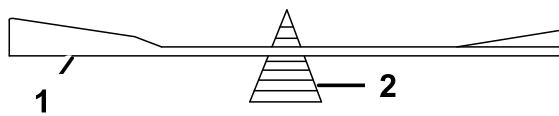

Figura 91
2. Verifique el equilibrio de la cuchilla colocándola sobre un equilibrador de cuchillas (Figura 91).